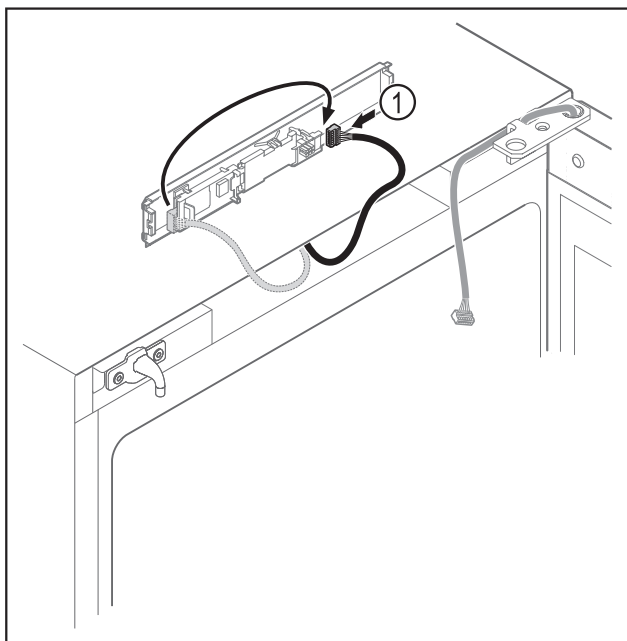

Fig. 5
- Scambiare la posizione del connettore Fig. 5 (1) sulla scheda.